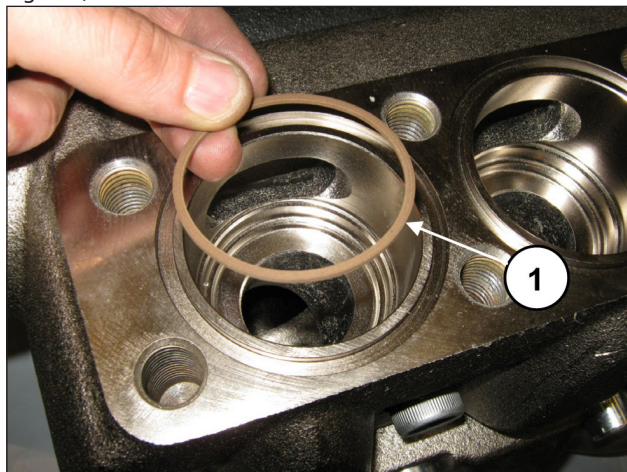

Fig. 160
Passer au montage des groupes soupape de refoulement : Placer la bague anti-extrusion, rep. vue éclatée n° 24 (rep. ①, Fig. 160).